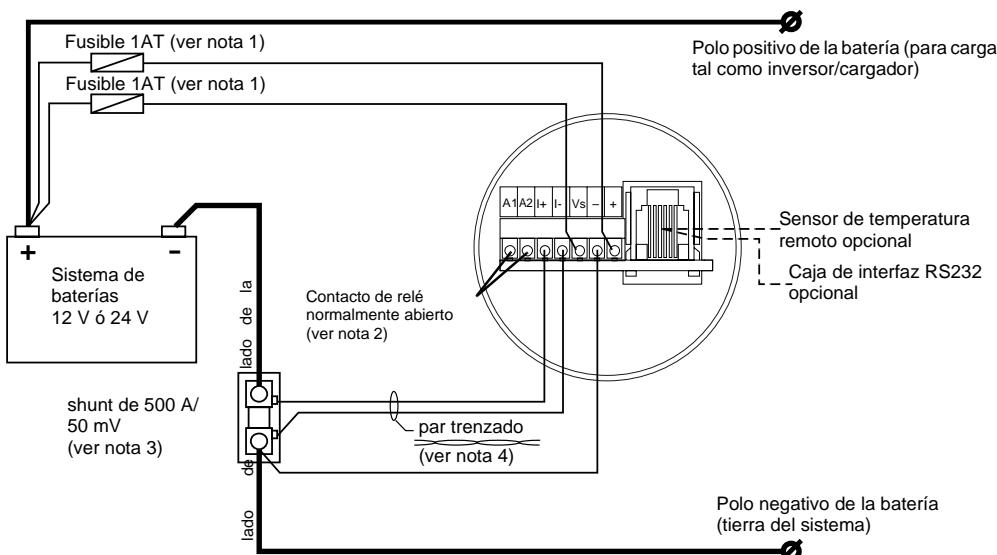

Figura 2 Diagrama de cableado
- Conecte el monitor de baterías al sistema de baterías. **Asegúrese bien de retirar los dos fusibles de 1 amperio de los soportes en línea antes de conectar los cables a la batería.** Siga el diagrama de cableado (Figura 2) y las notas correspondientes cuidadosamente. Si la conexión no se realiza correctamente, el monitor de baterías podría funcionar mal y/o podría haber peligro de incendio. Las líneas gruesas del diagrama de cableado representan las rutas del cableado de corriente principal. Estos cables deben ser del tipo para uso intensivo y poder conducir toda la carga de corriente obtenida de la batería. Los cinco cables que van a la unidad del monitor de baterías se pueden conectar al shunt y a la batería mediante terminales de crimpas universales.